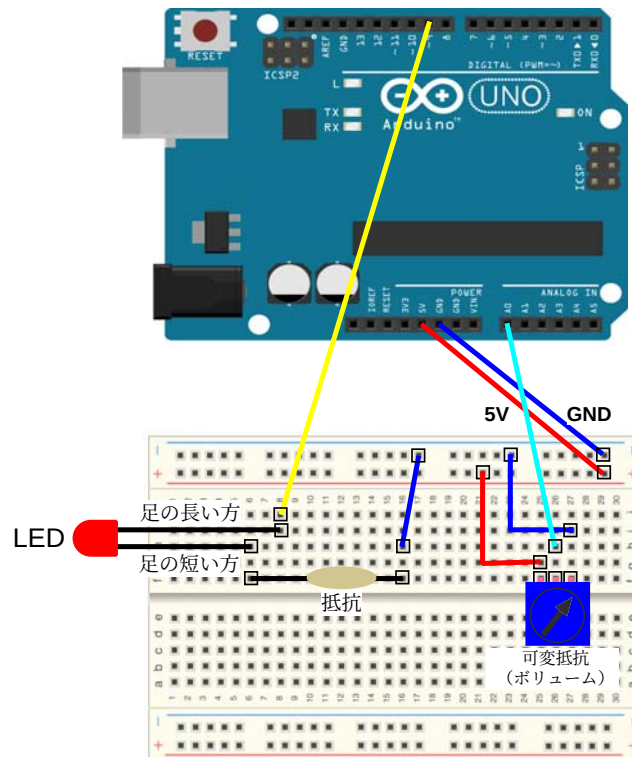

図 7: 接続図
(課題2) 図7のように、今までの回路に可変抵抗を追加し、5.2節のプログラムと「インタラクティブなデバイスを作る」の課題3を基に、LEDの明るさを可変抵抗で調整できるようにする。
- 【1】図7のようにArduino, LED, 抵抗, 可変抵抗等を接続